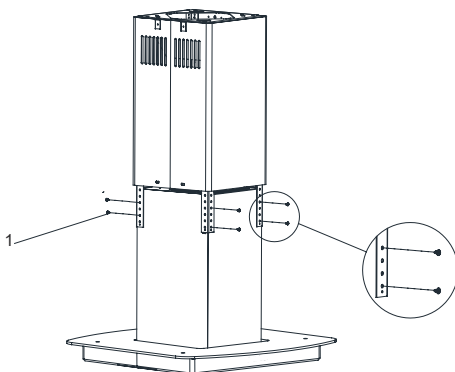

Fig. 9
1. ➤ Ta bort den ena 3,5x9,5 skruven som håller fast skorstenen (Fig.9).
2. ➤ Lyft upp skorstenen och skruva fast motorlådan i stängerna med 3,5x9,5 skruvar (Fig 9.).